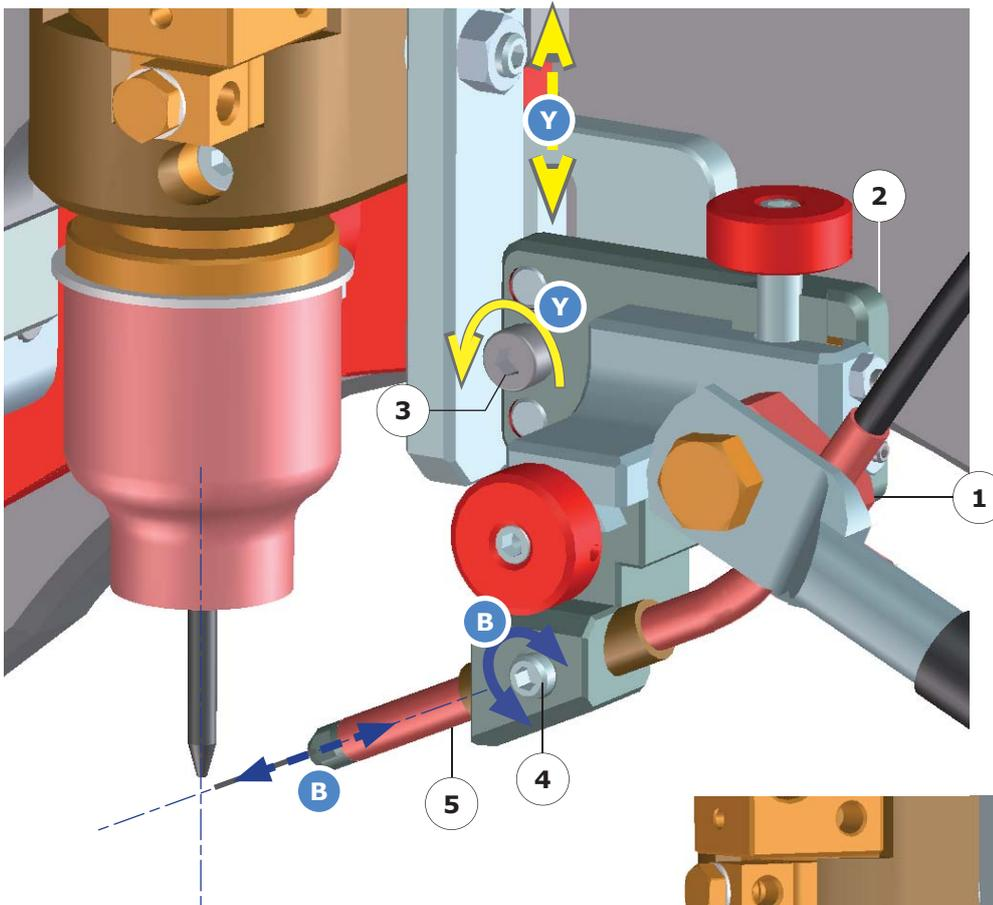

Abb.5.14. – Einstellen von Drahtführungsschlitten und Drahtführungsrohr
Der Orbitalschweißkopf MU IV 195 Heißdraht ist mit einer Heißdrahtführung ausgestattet. Der Heißdrahtstrom wird über den Anschluss (Abb. 5.14 - Index 1) des Heißdrahtstromkabels zugeführt.
- Die Zylinderschraube mit Innensechskant (Abb. 5.14 - Index 3) lösen.
- Die Drahtführung (Abb. 5.14 - Index 2) im Halter verschieben, bis die gewünschte Position erreicht ist - gelbe Pfeile **Y**.
- Die Drahtführung in dieser Position halten und die Zylinderschraube mit Innensechskant (Abb. 5.14 - Index 3) wieder festziehen.
- Die Zylinderschraube mit Innensechskant (Abb. 5.14 - Index 4) lösen.
- Das Drahtführungsrohr (Abb. 5.14 - Index 5) zusammen mit der Drahtauslaufdüse in die gewünschte Position schieben - Blaue Pfeile **B**.
- Das Drahtführungsrohr in dieser Position halten und die Zylinderschraube mit Innensechskant (Abb. 5.14 - Index 4) wieder festziehen.